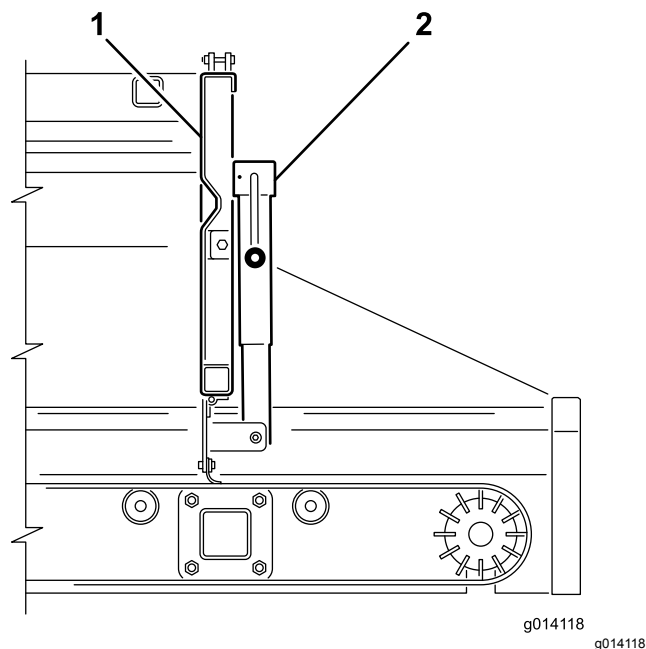
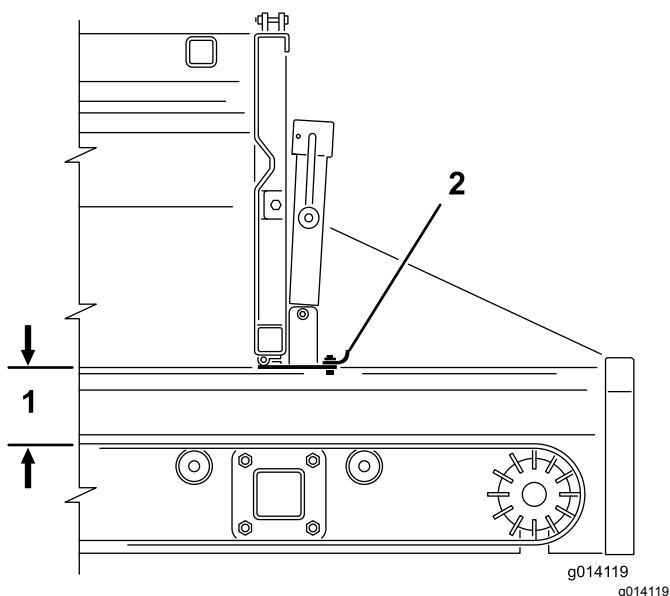

Figura 39
Figura 40
2. Usate la manovella del cavalletto per aprire o chiudere la sezione regolabile della sponda posteriore (Figura 39 e Figura 40). Questo limita il flusso del materiale quando si utilizza un accessorio.